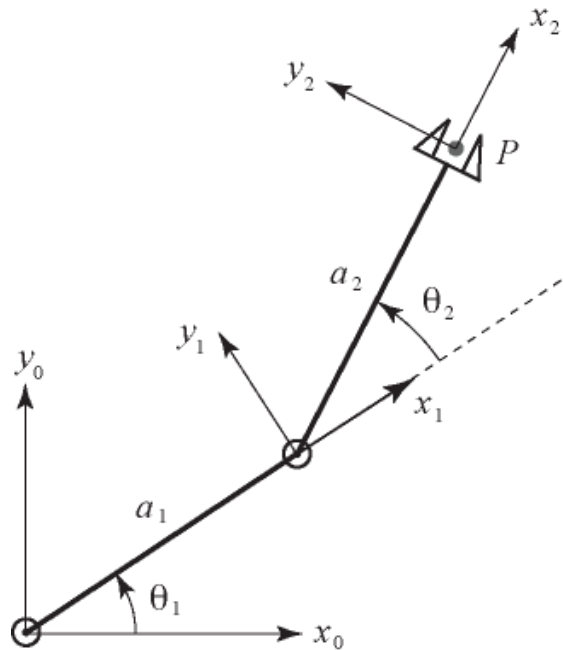

Figure 1 : Robot planaire à 2 DDL
Soit le robot planaire à 2 DDL (RR) de la Figure 1 auquel un référentiel est associé à chaque segment. En utilisant les matrices de transformation homogènes, déterminer la position et l'orientation de l'organe effecteur (point P) par rapport au référentiel de la base fixe (c'est-à-dire, par rapport au repère $O_0-x_0y_0z_0$).